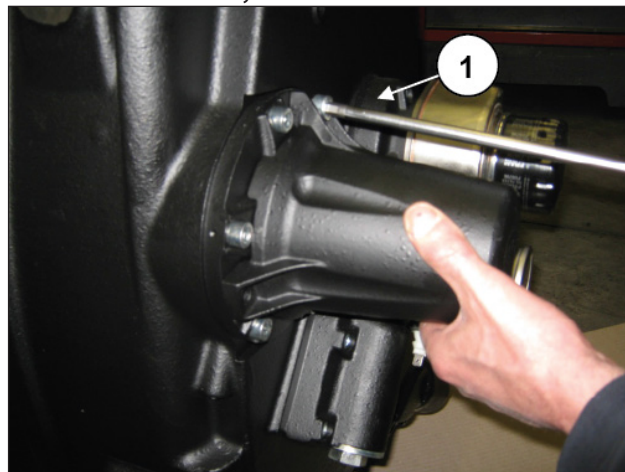

Рис. 8
Открутите винты крепления крышки конца вала (поз. ①, Рис. 8), вывинтите крышку с нижерасположенного вала ВОМ и снимите ее. Снимите уплотнение и замените его на новое.